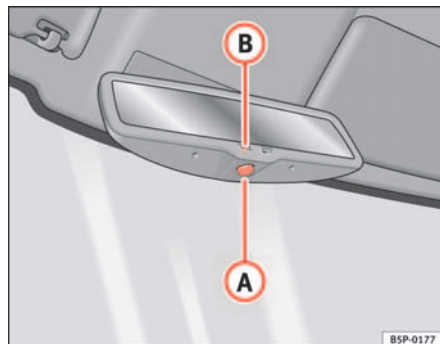

Abb. 85 Automatisch abblendbarer Innenspiegel
- Drücken Sie die Taste **A** ⇒ Abb. 85. Die Kontrollleuchte **B** erlischt.
- Drücken Sie die Taste **A** ⇒ Abb. 85. Kontrollleuchte leuchtet auf.